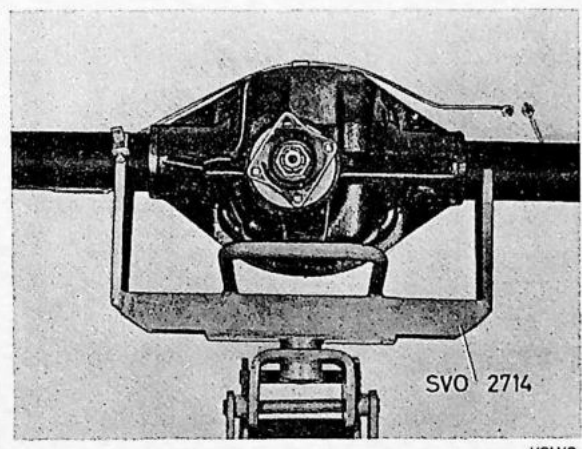

Fig. 4-120. Steun voor de achteras
1. Plaats de achteras op de steun SVO 2714, die op een garagekrik is aangebracht, zie Fig. 4-120. Rijd de achteras onder de wagen en breng de bouten voor de draagarmen en torsiestangen aan.